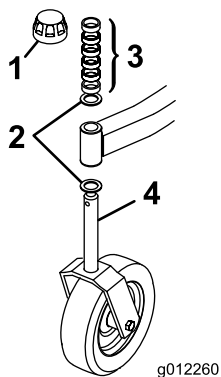
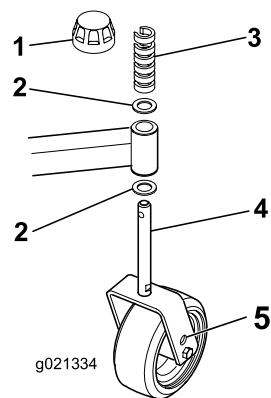

Figure 2
Figure 3
1. Retirez les chapeaux de tension des axes de pivots et retirez les entretoises et les rondelles de butée (Figure 2 & Figure 3).
2. Glissez les entretoises sur le pivot de la roue pivotante pour obtenir la hauteur de coupe voulue ; voir le tableau à la section Réglage de la hauteur de coupe de ce manuel. Placez une rondelle de butée sur l'axe de pivot. Poussez le grand pivot dans le bras pivotant avant et le petit pivot dans le bras pivotant arrière. Placez une autre rondelle de butée ainsi que les entretoises restantes sur le pivot, puis montez le chapeau de tension pour fixer l'ensemble (Figure 2 & Figure 3).